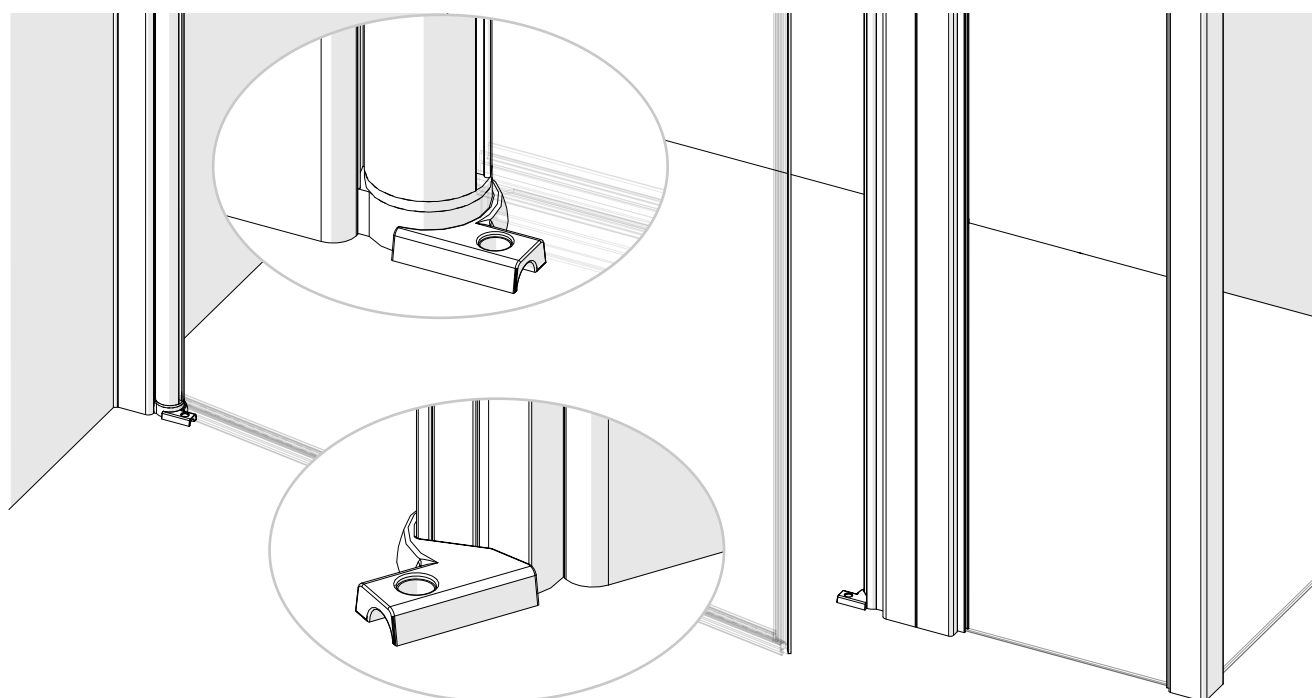

Fig. 3.4
- VI. Présentez les support de reception de la barre de seuil à la (aux) porte(s) puis marquez la position des trous. Figure 3.4